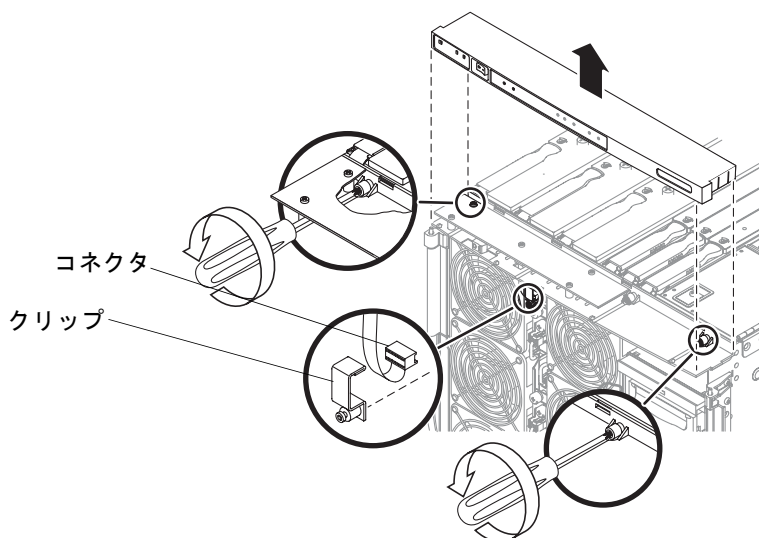

図 12-3 システムインジケータボードのクリップとコネクタの取り外し
10. システムインジケータボードのコネクタを固定しているファントレー上のクリップを取り外します。コネクタを取り外します (図 12-3)。
11. インジケータボードをシャーシ上部に固定している 2 本の脱落防止機構付きねじを緩めます (図 12-3)。
12. モジュールを取り外して、ESD マットの上に置きます (図 12-3)。
2. 2 本の脱落防止機構付きねじを使用して、インジケータボードを固定します (図 12-3)。
3. ファントレー上部のソケットにインジケータボードのコネクタを接続します。固定クリップを取り付けます (図 12-3)。